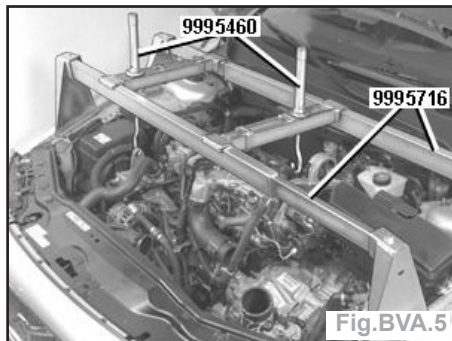

Fig. BVA.5
- Positionner le palonnier **999 5716** sur le passage de roue et directement au dessus des oeillets de suspension moteur sur le côté droit et le côté gauche (Fig.BVA.5).